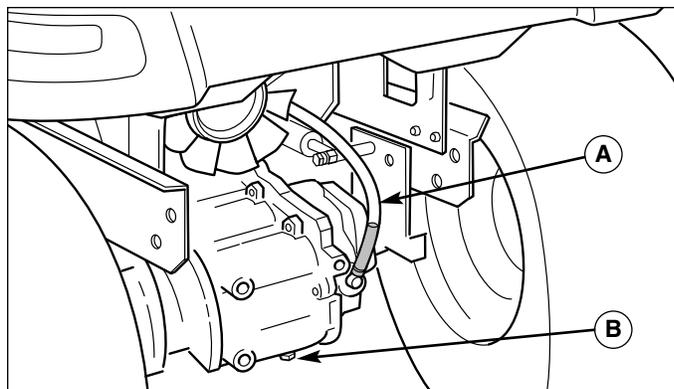

Figure 16. Vérification du fluide de transmission
Pour vérifier le niveau de l'huile de transmission, observer le niveau d'huile dans le tube en plastique (A, figure 16) situé à l'arrière de la machine.
1. Vidanger le circuit hydrostatique avant de retirer le bouchon de vidange (B, figure 16). Vidanger le fluide dans un récipient adéquat.
4. Laisser le tracteur en marche pendant plusieurs minutes jusqu'à ce que le fluide de transmission soit chaud et vérifier le niveau dans le tube (A, figure 16).